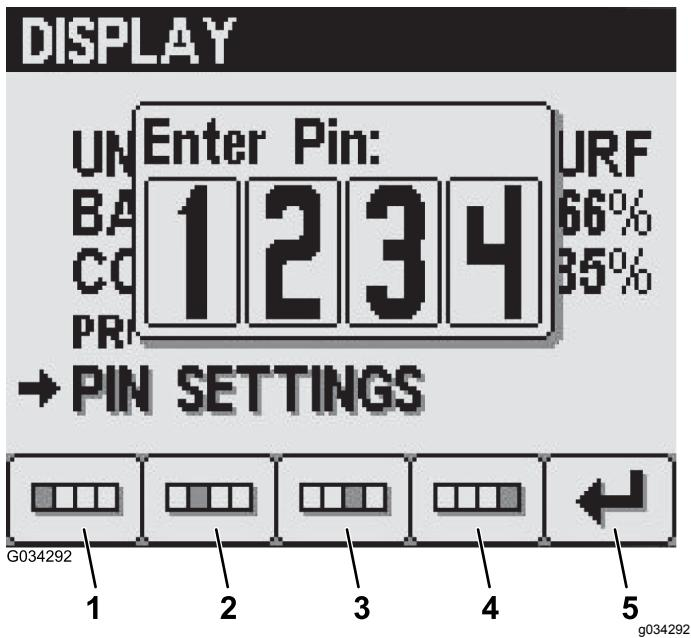

Bild 24
3. Drücken Sie die Tasten 1 bis 4, um den PIN-Code einzugeben. Drücken Sie nach dem Eingeben der PIN die Taste 5 (Bild 24).
4. Drücken Sie auf dem Bildschirm „Enter old PIN“ die Tasten 1 bis 4 und geben Sie den alten PIN-Code ein; drücken Sie dann Taste 5, wenn Sie die PIN eingegeben haben (Bild 24).